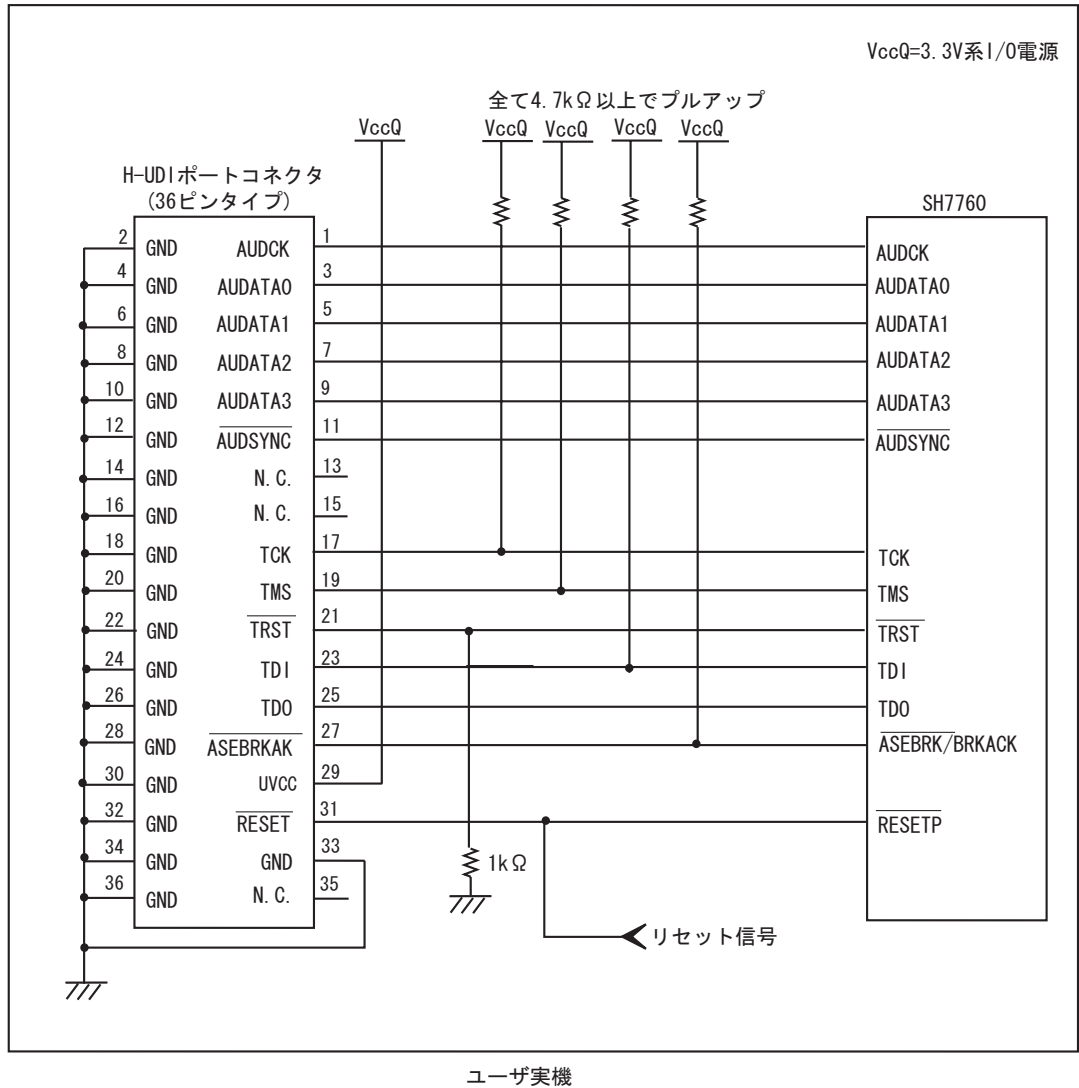
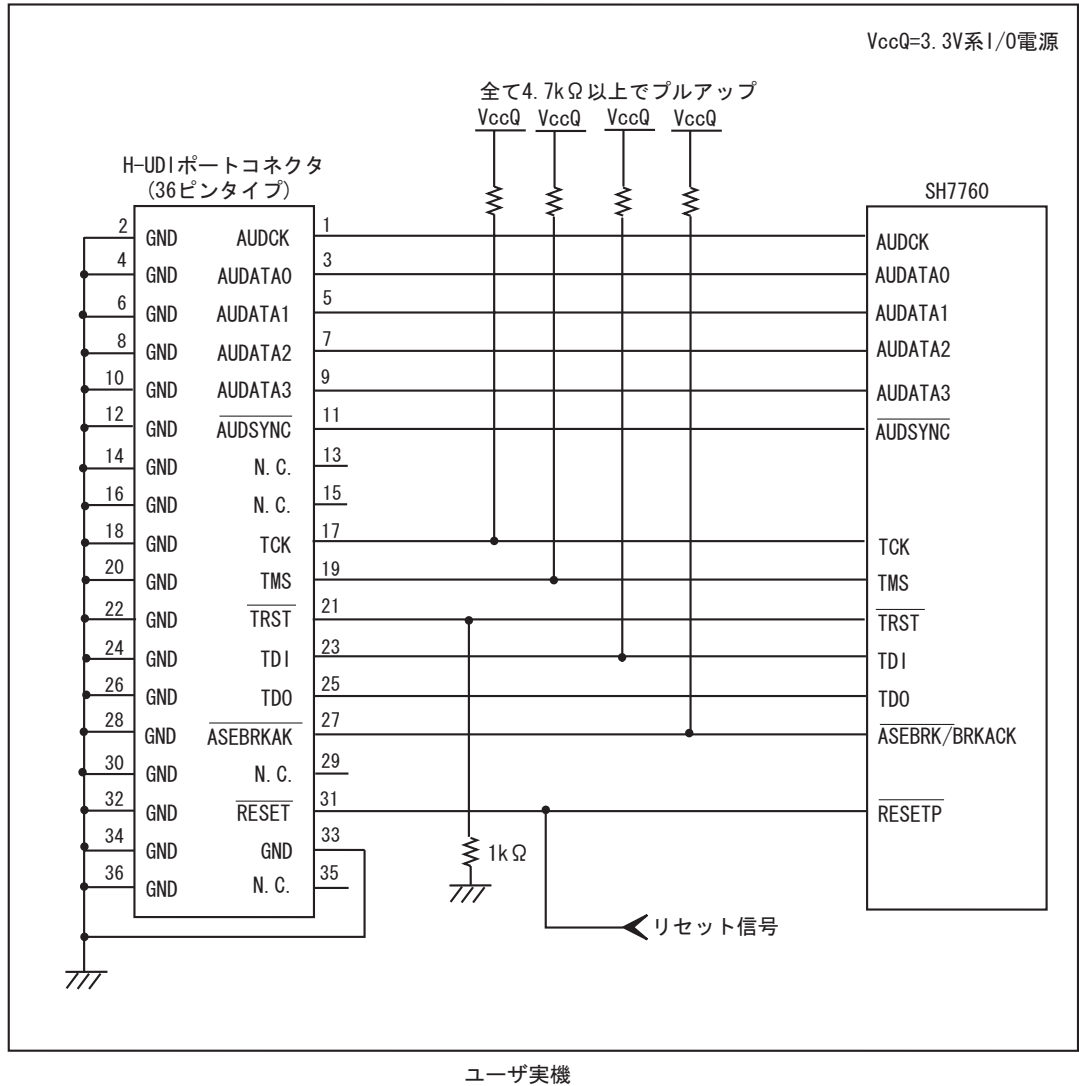

図 1.3 E10A-USB 使用時の H-UDI ポートコネクタ - チップ間の推奨接続例
図 1.4 E10A-USB 使用時の H-UDI ポートコネクタ - チップ間の接続例
E10A-USB エミュレータ使用時の H-UDI+AUD ポートコネクタ(36 ピンタイプ)とチップ間の推奨接続例を図 1.3、UVCC 未接続時の接続例を図 1.4 に示します。
5. 図 1.3,図 1.4 に記載されている抵抗値は、参考値です。
- 図 1.3 推奨接続例で回路を組んだ場合の E10A-USB エミュレータのスイッチ設定: SW2=1, SW3=1
- 図 1.4 接続例で回路を組んだ場合の E10A-USB エミュレータのスイッチ設定：SW2=0, SW3=1 スイッチ設定の詳細は、「SuperH™ファミリ用 E10A-USB エミュレータユーザーズマニュアル 3.8 DIP スイッチの設定」を参照してください。